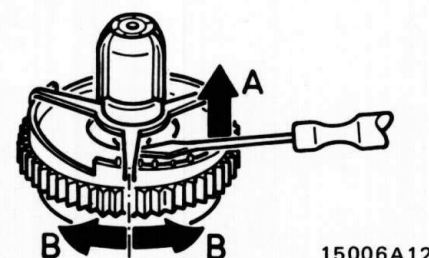

Fig. 8
- De opspoelfrikte is instelbaar door het verdraaien van de drukveer op de opspoelfrikte (Fig. 8). (Iedere stap is ongeveer 10 gfc).